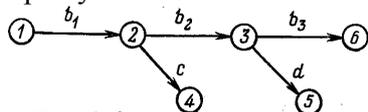
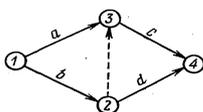

Рис. 1.6.
Рис. 1.7.
5) если какие-либо операции могут быть начаты до полного окончания непосредственно предшествующей им операции, то последнюю целесообразно представить как ряд последовательно выполняемых операций, завершающихся определенными событиями. Например, если операции c и d могут быть начаты до полного окончания операции b , то операцию b рекомендуется разбить на элементарные операции b_1 , b_2 и b_3 и представить выполнение всех операций в виде графика, изображенного на рис. 1.6. Для отражения технологической или ресурсной зависимости в выполнении операций применяют фиктивные операции (рис. 1.7).